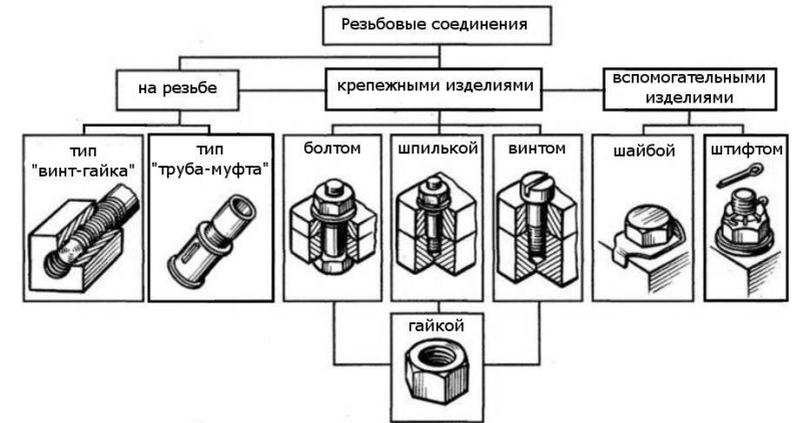

Рис. 30. Виды резьбовых соединений
1. Резьбовыми называют соединения составных частей изделия с применением деталей, имеющих резьбу. Они наиболее распространены в приборо- и машиностроении. Резьбовые соединения бывают двух типов: соединения с помощью специальных резьбовых крепежных деталей (болтов, винтов, шпилек, гаек) и соединения свинчиванием соединяемых деталей, то есть резьбы, нанесенной непосредственно на соединяемые детали (рис. 30).